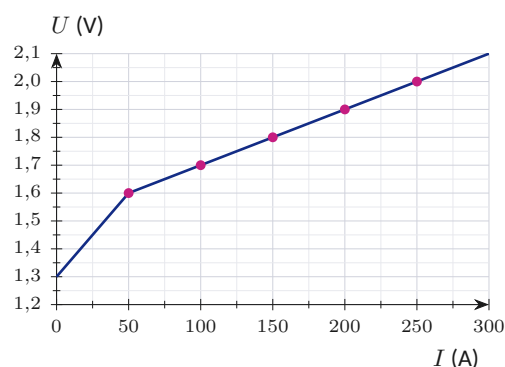

Figure 2 — Caractéristique d'une cellule
La figure 2 donne la caractéristique d'une cellule du module : la tension U à ses bornes en fonction de l'intensité I qui la traverse.
- 1.4** Relever sur la figure 2 la tension aux bornes d'une cellule lorsque $I = 200$ A, puis en déduire la tension aux bornes du module de 50 cellules en série.